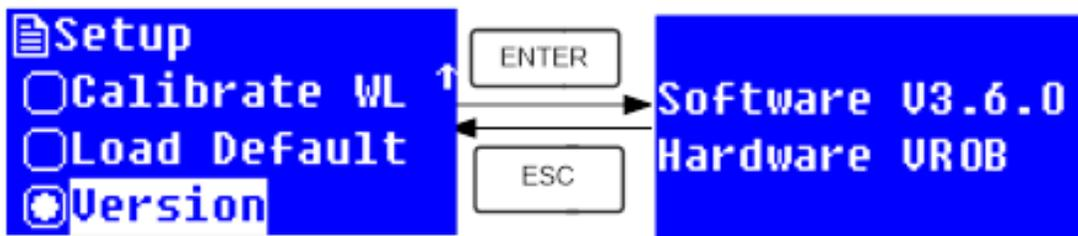

Figura 31
2. Use las teclas ▲ o ▼ para seleccionar "Version" en el menú (figura 31) y presione ENTER, en la pantalla se mostrará la versión del software instalada en su equipo.